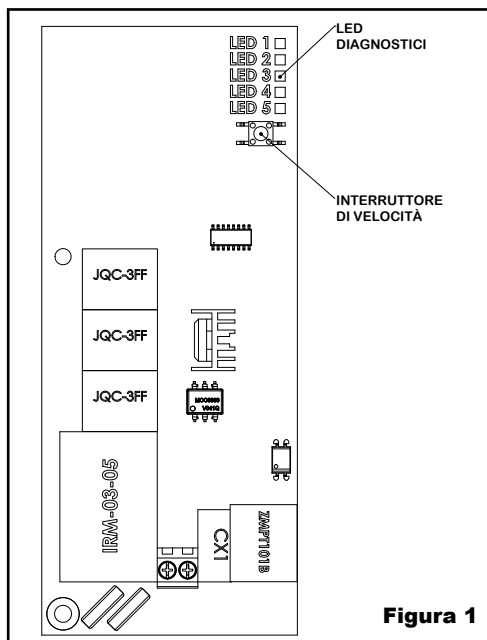

Figura 1
In questi modelli la velocità della ventola può essere regolata su tre livelli, alto, medio e basso. L'interruttore si trova sulla scheda all'interno dell'unità, come mostrato nella Figura 1 in basso.
3. Individuare l'interruttore sulla scheda come mostrato in Figura 1 in basso, e selezionare la velocità desiderata. (Nota: A media o bassa velocità, il LED 3 si illumina sul circuito stampato.) Premere e rilasciare l'interruttore di velocità per alternare tra Hi, Med e Low. Rimontare la copertura dell'asciugamani avvalendosi della chiave esagonale di sicurezza in dotazione per girare le viti di montaggio **in senso antiorario** e serrare fin quando risultano sicure. Non serrare in eccedenza.
La scheda include una serie di LED che indicano lo stato dell'asciugamani. Se si contatta il servizio di assistenza tecnica di World Dryer, potrebbe essere necessario rimuovere la copertura dell'asciugamani per fornire lo stato dei LED, utile per risolvere i problemi. Per la posizione dei LED sulla scheda, vedere la Figura 1. Per una spiegazione della funzione dei LED, vedere la Tabella 4.